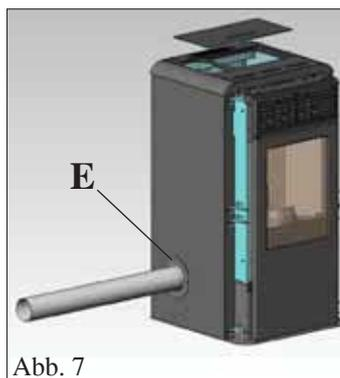

Abb. 7
Das aus dem Seitenblech vorgestanzte Einsatzstück entfernen, um das Durchführen des (nicht im Lieferumfang enthaltenen) Rauchabzugsrohrs zu ermöglichen (6). Die im Lieferumfang enthaltene Verschlussrosette (E - Abb. 7) mit den beiliegenden Schrauben fixieren, nachdem die seitliche Metallverkleidung wieder angebracht wurde.